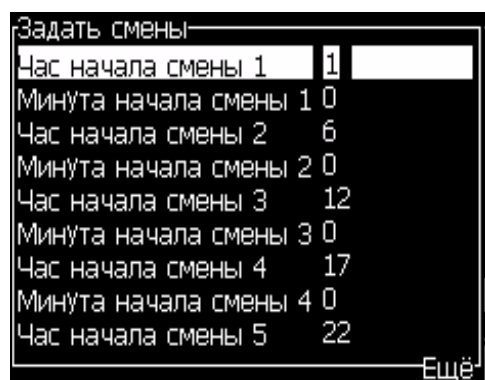

Рисунок 5-50: Установка смен
- 3 Нажмите кнопку “Enter” (ввод) для открытия диалогового окна “*Set Shifts*” (установка смен) (Рисунок 5-50 на странице 5-54).